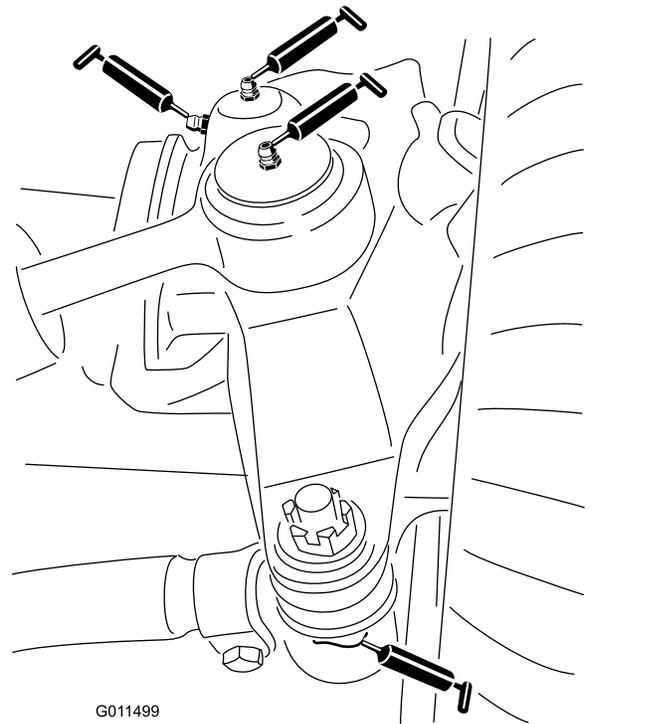

Figure 35
- Rotules de vérin de direction (2) (Figure 35)
- Rotules de biellettes (2) (Figure 35)
- Bagues de pivots de fusées (2) (Figure 35).